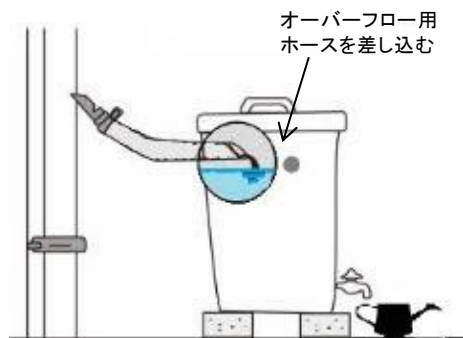

図3
④ ポリバケツのフタ又は本体の上部に、①と同じ要領でホース用の穴を開け、レインキャッチからのホースを差し込む。バケツ本体の上から5~10cmの場所にオーバーフロー用の穴を開け、ホースを差し込む。(図3)
⑥ 蛇口までの高さが30cm程度(蛇口の下にジョウロが入る高さ)になるように、ポリバケツの下にコンクリートブロックを2個程度置き、調節する。(図3)